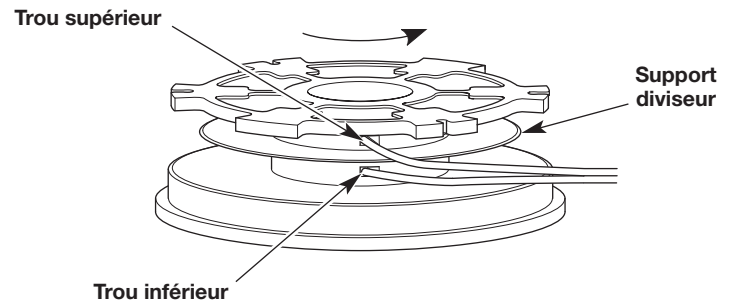

Fig. 14
2. En utilisant une extrémité fendue, insérez un fil dans le trou supérieur et l'autre dans le trou inférieur du moulinet (Fig. 14).